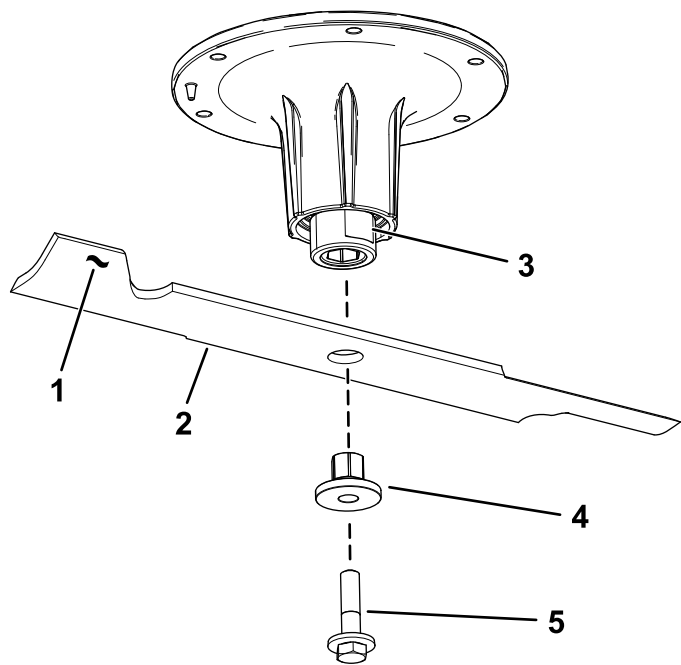

Bild 82
- Entfernen Sie die Messerschraube, Buchse und das Messer von der Spindelwelle (Bild 82).